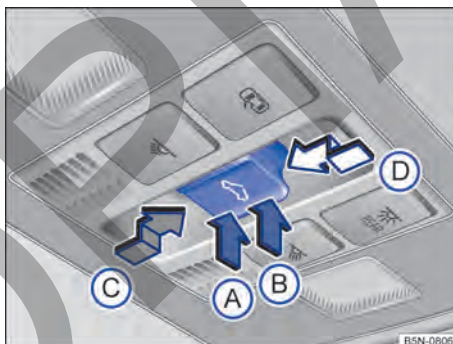

Fig. 83 En el revestimiento interior del techo: tecla del techo de cristal.
- Función manual: pulse la tecla por la zona → fig. 83 **B** hasta el primer nivel.